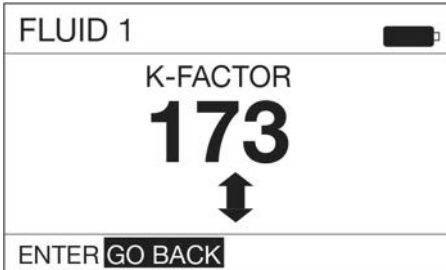

FIG. 66
3. Aparecerá la pantalla de ajuste del factor K que se muestra en la FIG. 66.